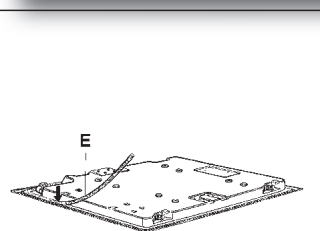

FIG. 9
- Se rastoarnă plita și se așază corect garnitura "E" (fig. 9) sub marginea acestuia, astfel încât partea exterioară a garniturii să se îmbine perfect cu marginea plitei. Extremitățile benzilor trebuie să se unească fără să se suprapună.